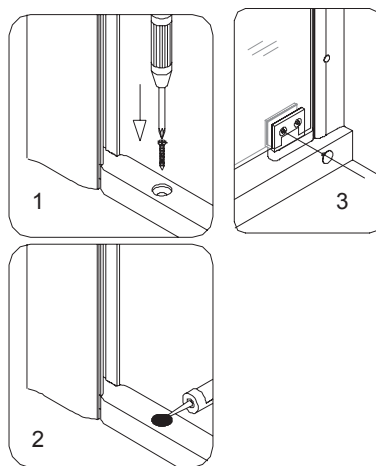

Рис. 12
ПРИМЕЧАНИЕ: Если ваше оборудование имеет отделку с полированной нефтью бронзой, вам необходимо использовать болт (L) с крышкой для шурупов (9). См. рис. 12 для более подробной информации.
14. Используйте силиконовый герметик для того чтобы задуть стыки между душевым поддоном или порогом и поворотным кронштейном. Также для предотвращения утечки, используйте силиконовый герметик в местах соединений шурупами (17) и (19).